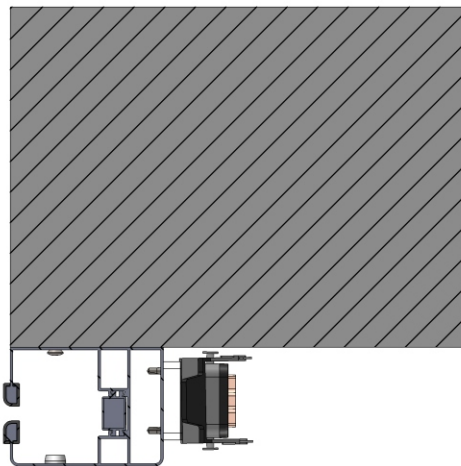
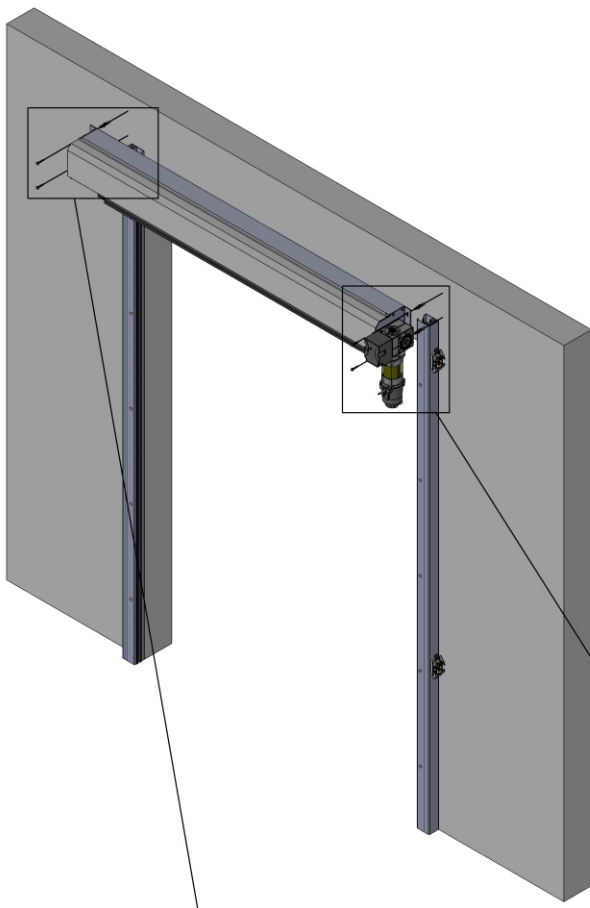

**Figura 2:** Vista geral da porta e ligação do motor com a guia vertical
**Figura 4:** Fixação das guias verticais à parede
- Fixar as guias verticais esquerda e direita (figura 2, ponto **(B)**) à parede utilizando os parafusos trifon M6x50 e buchas de plástico M6, nos orifícios que existem em cada guia vertical tal como é indicado na figura 4 e 5, aplicando depois a tampa.